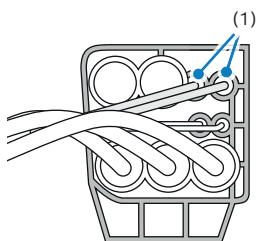

Figure 4
16. Déposer les broches (1) des alvéoles 1 et 2 (figure 4) :